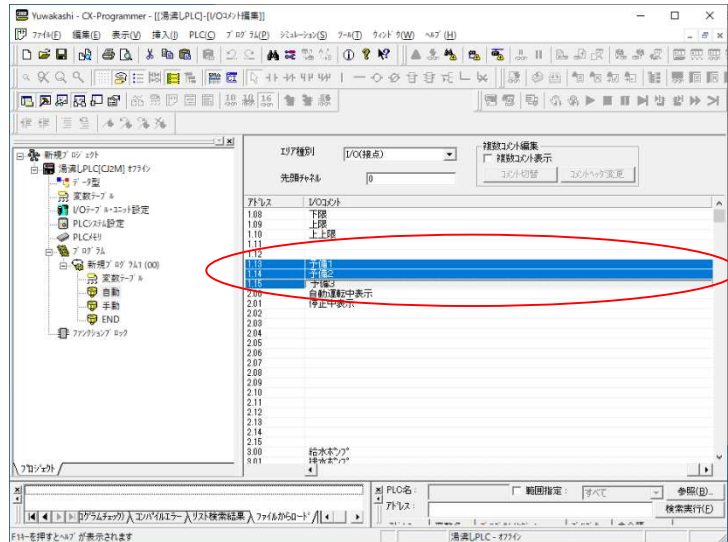

図 6-34
(1) CX-Programmer の IO コメント編集画面から必要なコメントをコピーします。(図 6-34)